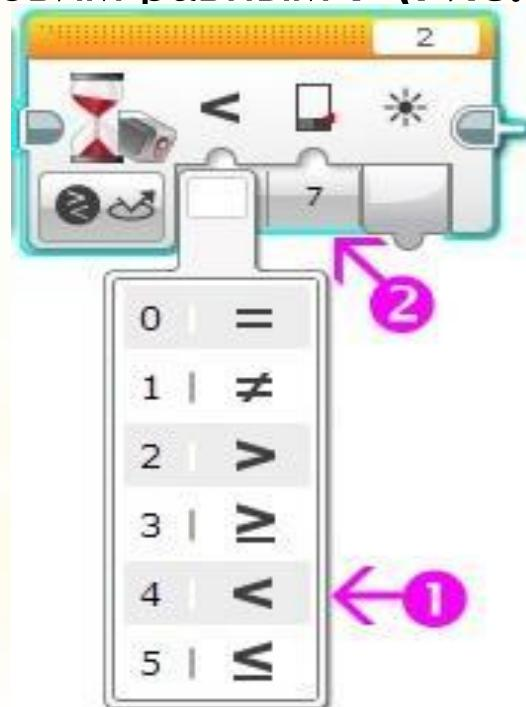

Рис. 14
* Необходимо также настроить параметры программного блока "Ожидание". Параметр "Тип сравнения" (Рис. 14 поз. 1) может принимать следующие значения: "Равно"=0, "Не равно"=1, "Больше"=2, "Больше или равно"=3, "Меньше"=4, "Меньше или равно"=5. В нашем случае установим "Тип сравнения" в значение "Меньше". Параметр "Пороговое значение" установим равным 7 (Рис.14 поз. 2).